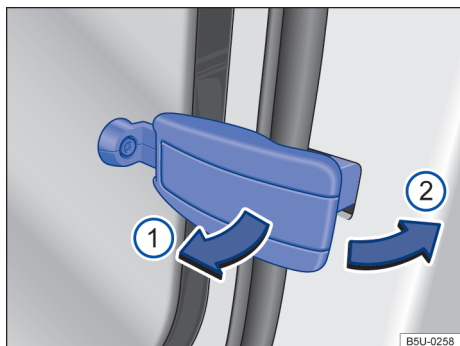

Fig. 54 Cerrar la luneta rebatible.
- Tirar de la palanca de bloqueo en el sentido de la flecha → fig. 54 ① hacia adentro.
- Presionar la palanca de bloqueo en el sentido de la flecha → fig. 54 ② hacia atrás, hasta que se bloquee y la luneta quede cerrada.